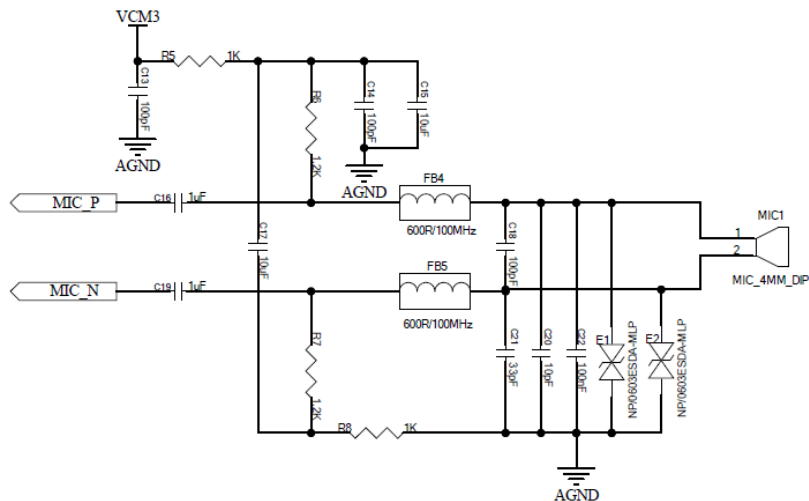

图 2-10 MIC 电路
1) MIC 建议使用 VCM3 的电压。MIC 的地需连接到 AK 芯片的 AGND 上，使用单点接地的方式在 AK 芯片的 ePAD 处与 GND 相连。此外 MIC\_P 和 MIC\_N 走线需要有模拟地跟随。如图 2-10 所示。